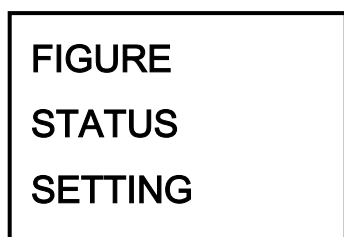

Fig.3: Menu principale
- 3) Premere ENT, comparirà il menu principale, Fig3 ,